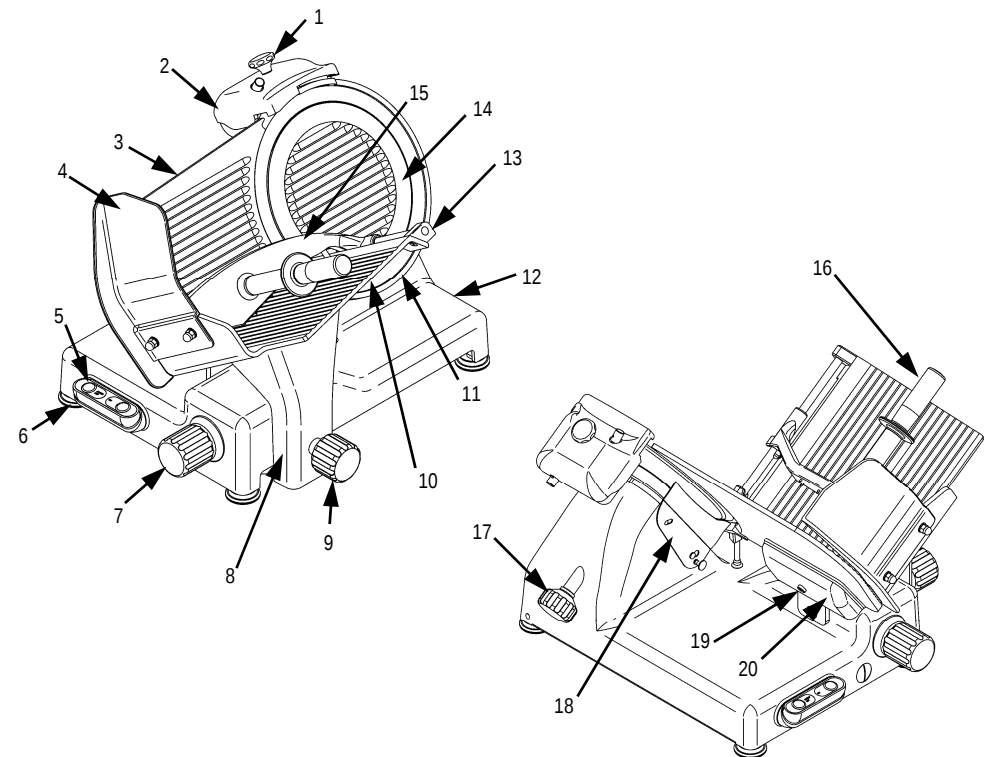

Abb. 23
- Kontrollieren, ob die Maschine ausschaltet, wenn man den Zugstab der Schneideblattabdeckung (Abb.23) abschraubt.